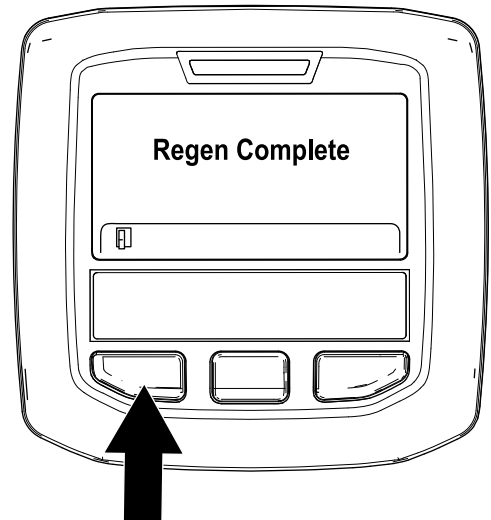

Figura 46
9. A regeneração em estacionamento está concluída quando a mensagem “Regen Complete” (Regen. completa) surge no InfoCenter. Prima o botão esquerdo para sair para o ecrã inicial (Figura 46).